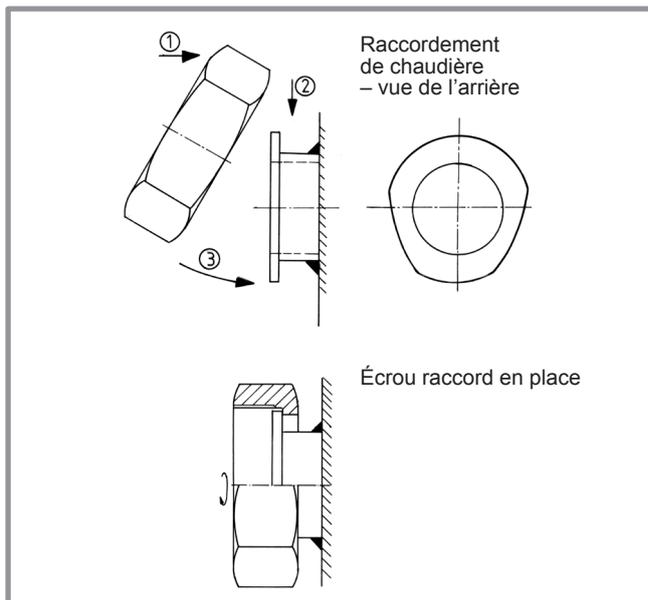

fig. 11 - Mise en place de l'écrou raccord
• Mise en place de l'écrou raccord (fig. 11) :